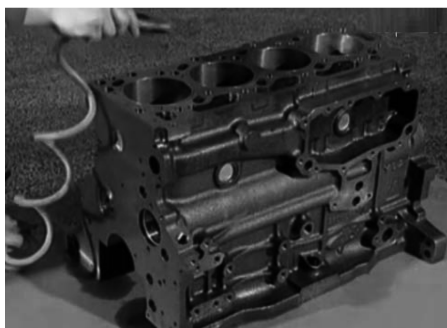

图 5-3 清洗后吹干
1) 将气缸体置于工作台或翻转架上，用压缩空气将清洗后的气缸体和曲轴吹干，油道应重点吹扫，如图 5-3 所示。